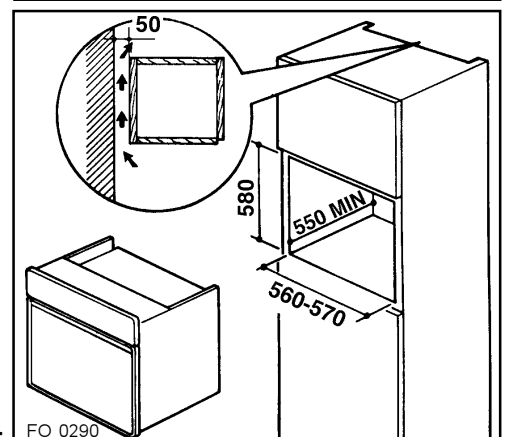

Fig. 14
- Encastrement dans un meuble colonne (Fig. 14)